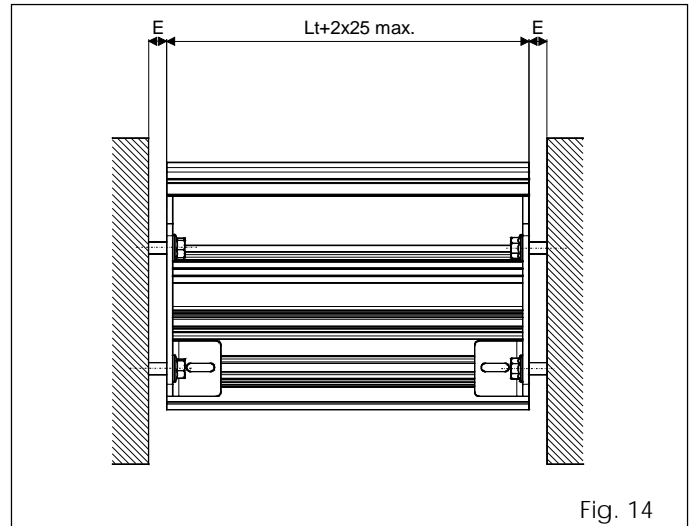

Fig. 14
- Fissare le piastre laterali utilizzando tasselli adeguati (non in dotazione) e prevedere gli eventuali spessori per gli spazi E (fig. 14).